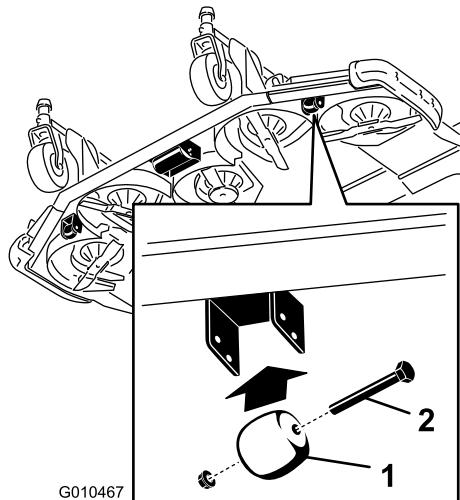

Figura 30
- Retire el tornillo y la tuerca que fijan el eje del rodillo al soporte de la carcasa (Figura 30).
- Retire el perno y la tuerca que fijan la rueda niveladora a los soportes de la unidad de corte (Figura 30).